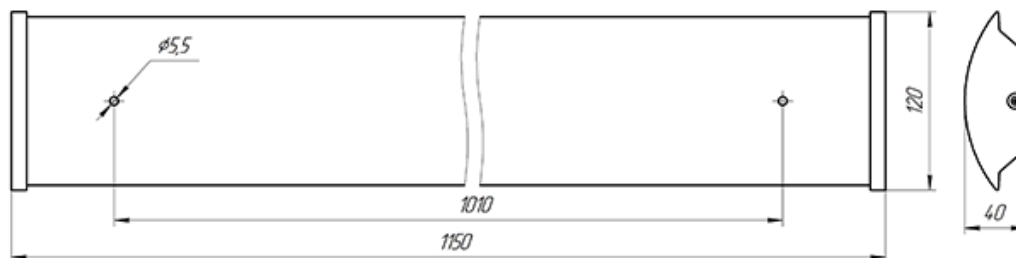

Рисунок 1. Габаритный чертеж Ecomex Office 1200 EM
5.2.1. Для установки светильника необходимо отсоединить торцевую крышку и аккуратно снять рассеиватель. Надежно закрепить на ровной поверхности корпус светильника при помощи креплений (не входят в комплект поставки), габариты для монтажа см. рисунок 1.